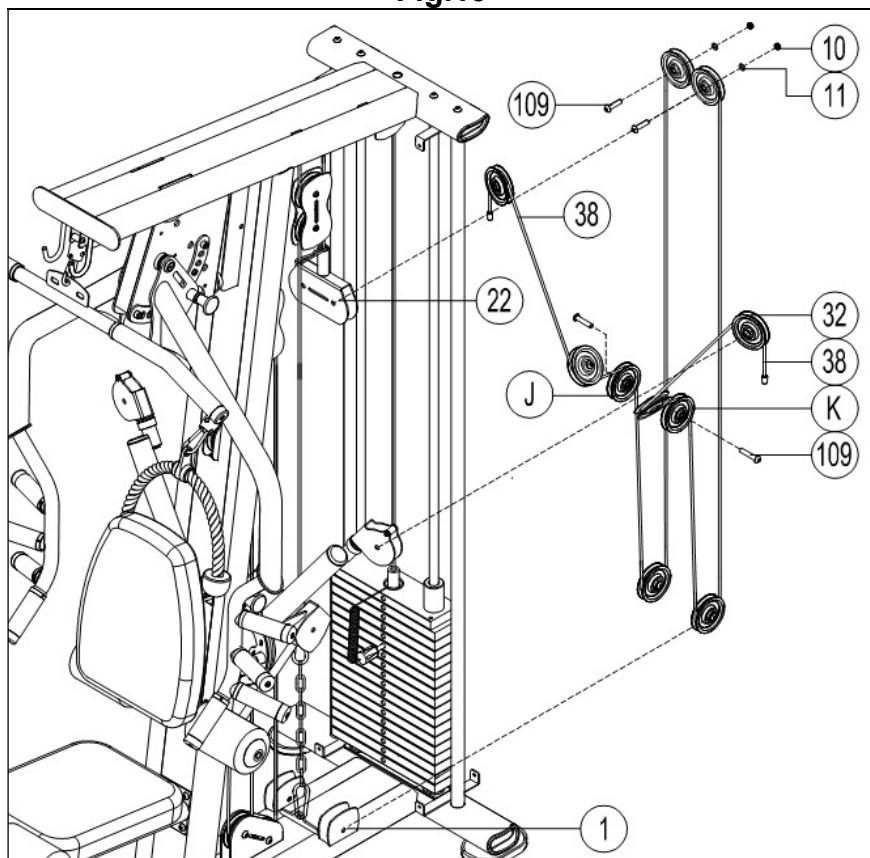

Fig.20
20.- Para colocar las manetas pase el cable (38) por la tapa (41) y el eje (42) y engánchelo con el gancho (43), Fig.20.